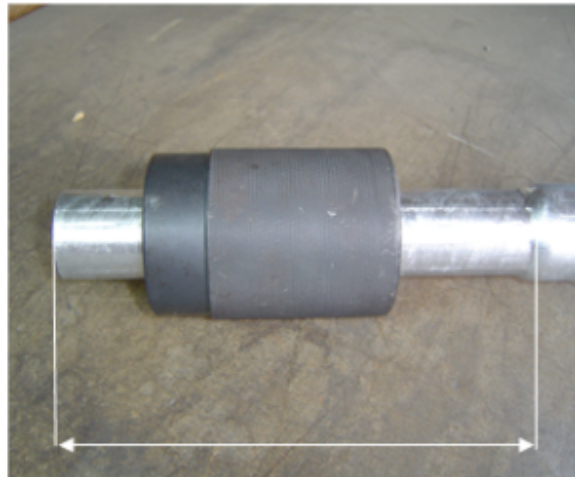

Bild Nr.3
2. 2. Bild Nr.3: Läuft die Prüflehre auf der ganzen Länge der eingezogenen Seite?